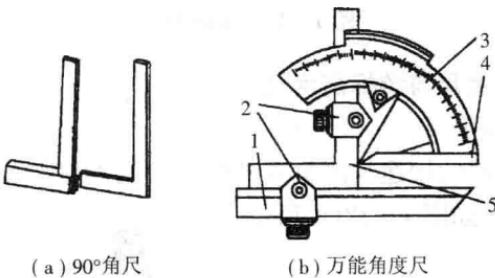

图 1-10 角尺
① $90^\circ$ 角尺。 $90^\circ$ 角尺是一种固定 $90^\circ$ 的垂直角尺,用于画垂直线、检验工件的垂直角度等。如图 1-10(a)所示。
②万能角度尺。万能角度尺能测量零件的任何角度,以及辅助划针划出任何角度。如图 1-10(b)所示。